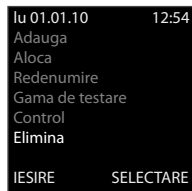

Fig. 1
- **Eliminati** - utilizat pentru a șterge actuatoare din memoria telecomenzii RF Pilot (Fig. 1). Folosind butonul de direcție selectați actuatoare care să fie eliminate. Confirmați cu ajutorul butonului T1 (fig. 2).